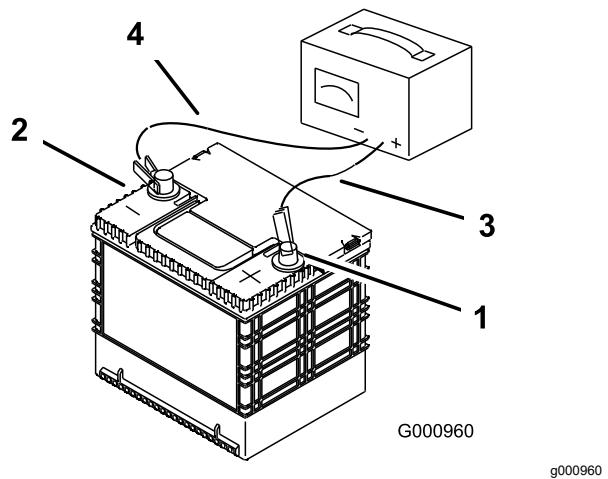

Figure 67
- Quand la batterie est chargée au maximum, débranchez le chargeur de la prise, puis débranchez les fils du chargeur des bornes de la batterie (Figure 67).